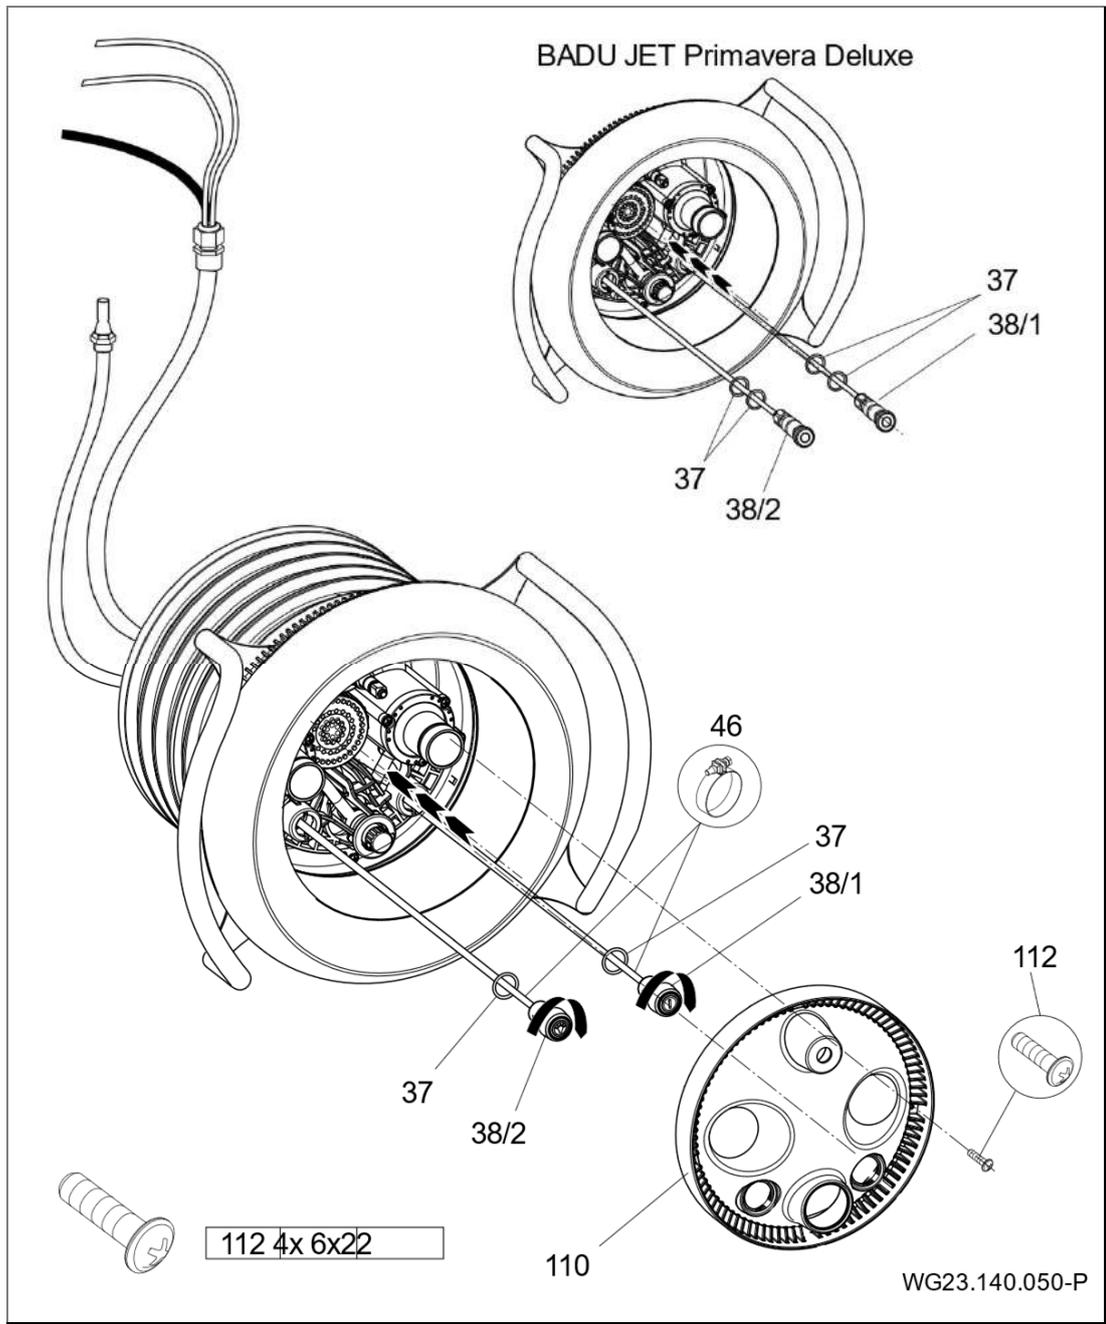

Fig. 19
boutons-poussoirs pneumatiques dans le boîtier de buses et verrouiller en tournant en sens horaire. (Fig. 19)
10. Aligner l'enjoliveur en acier inoxydable (93.1) sur les plots de centrage en surplomb sur les évidements disponibles dans le carter d'aspiration (93). Tenir compte du marquage "OBEN" (HAUT) sur l'enjoliveur en acier inoxydable. Pour le blocage de l'enjoliveur, replier les deux languettes latérales latéralement vers l'arrière avec un tournevis. (Fig. 19)